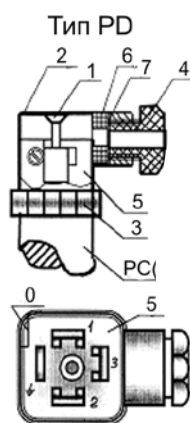

Рисунок 3 - Вид электрического присоединения PD
2.2.14 Для электрического присоединения (штепсельный разъем типа PD) (см. рисунок 3) необходимо: